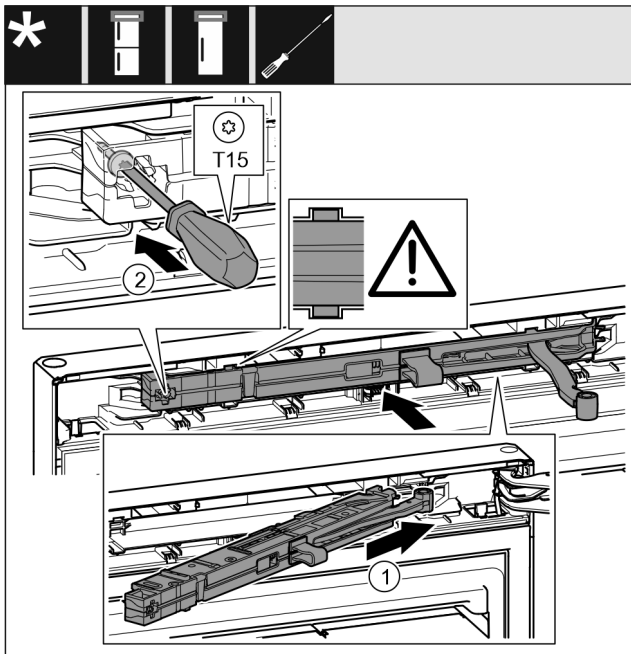

Fig. 20
- ▶ Sluitdempereenheid aan de zijde van de lagerbus tot de aanslag schuin in de uitsparing schuiven. *Fig. 20 (1)*
- ▶ Schroef met een schroevendraaier T15 vastschroeven. *Fig. 20 (2)*